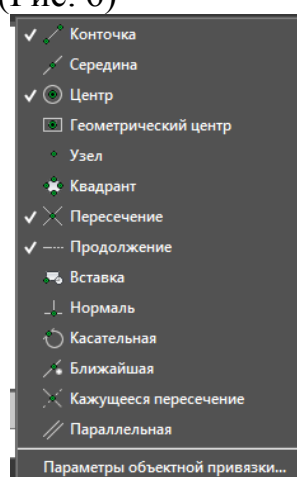

Рис. 6
- в режиме *разовой объектной привязки* курсор принимает вид прицела объектной привязки. При выборе объекта в области прицела определяется самая ближайшая точка привязки. Разовая объектная привязка действует только во время ввода точки. Режимы разовой объектной привязки включаются кнопками в панели состояния (Рис. 6)